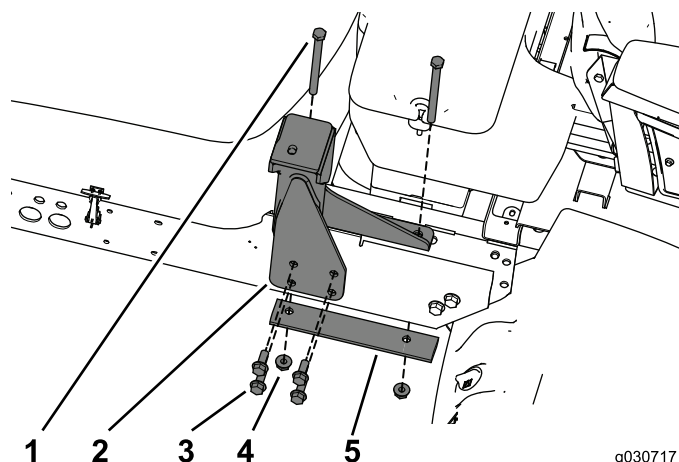

Bild 21
1. Befestigen Sie die rechte hintere Befestigung mit den neuen Befestigungen am Rahmen (Bild 21).